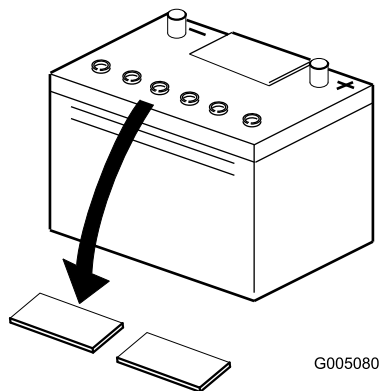

Рисунок 4
2. Очистите поверхность аккумуляторной батареи и снимите вентиляционные пробки (Рисунок 4).